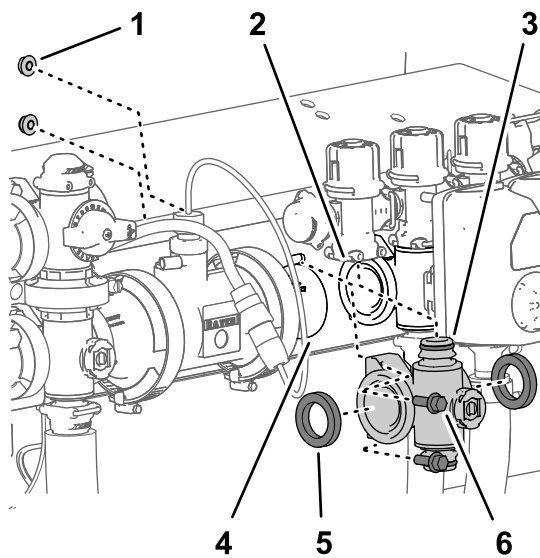

图 112
4. 对于左或右喷洒臂段阀歧管应松开将该喷洒臂段阀歧管固定至阀支架的 2 个凸缘头螺栓  $\frac{1}{4} \times \frac{3}{4}$  英寸和 2 个凸缘锁紧螺母  $\frac{1}{4}$  英寸图 112。
5. 向下移动喷洒臂段阀歧管和垫片使之与喷洒臂段旁通阀分开然后再离开机器图 112。